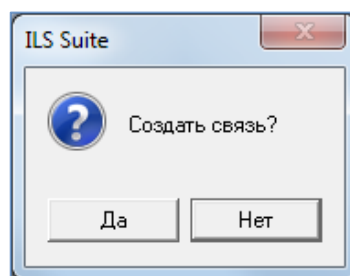

Рис. 10-291 – Диалоговое окно
- 5) В том случае, если функция не содержит дочерних элементов, она удаляется без вывода информационного сообщения. Если функция содержит дочерние элементы, об этом сообщается в новом диалоговом окне (рис. 10-291).